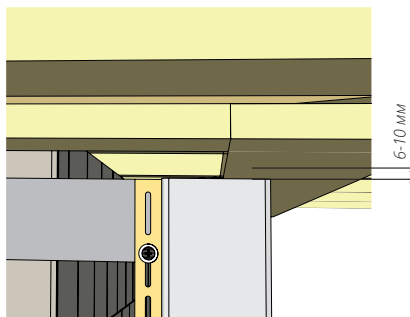
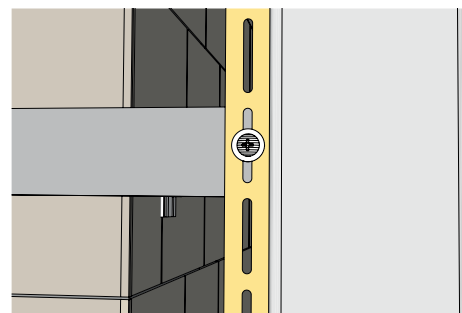

Рисунок 10
Рисунок 11
- 6.8** Все вертикально монтируемые элементы (доборные элементы) фиксируются во второе-третье перфорационное отверстие на саморез(ы), за исключением фактурных углов. Это единственный саморез, который вкручивается в верхний край перфорационного отверстия (Рис. 10), остальные саморезы необходимо вкручивать точно в середину перфорации (Рис. 11).